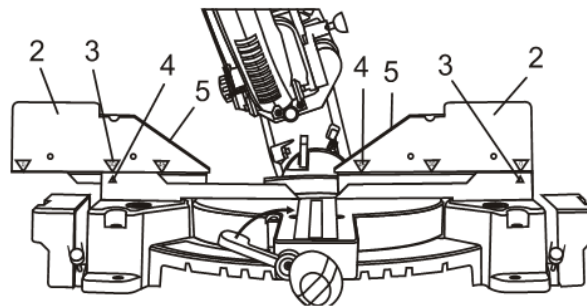

Fig. 19
2. Faites glisser la rallonge de guide (2) vers l'extérieur jusqu'à ce que l'angle de biseau approprié (3) soit aligné avec la marque d'indexation (4) sur le guide (Fig. 19).